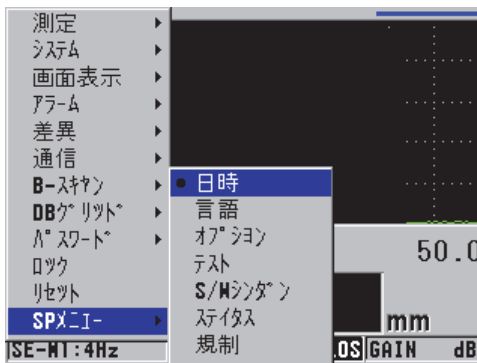

図 4-2 SP メニュー画面
2. SP メニュー（55 ページの図 4-2 を参照）、日時を選択します。